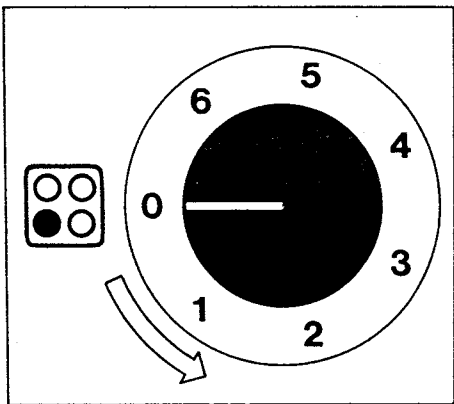

Fig. 8
Each cooking area on the hob is equipped with a commutator with which it is possible to set 6 temperature ranges, from a minimum value of (1) to a maximum value of (6), by turning the knob in an anticlockwise direction (fig. 8).
Chaque zone de cuisson de la table est munie d'un commutateur qui permet de programmer 6 gammes de températures allant de la valeur mini. (1) à la valeur maxi. (6), en tournant le bouton dans le sens inverse aux aiguilles d'une montre (fig. 8).
Für jede Kochzone ist das Gerät mit einem Drehschalter ausgestattet, mit dem sich 6 Temperaturbereiche einstellen lassen, von einem tiefsten Wert (1) bis zum höchsten Wert (6), und zwar durch Drehen des Schalters entgegen dem Uhrzeigersinn (Abb. 8).
Il piano è dotato per ogni zona di cottura di un commutatore con il quale si possono impostare 6 gamme di temperatura, da un valore minimo (1) ad un valore massimo (6) ruotando in senso antiorario la manopola (fig. 8).